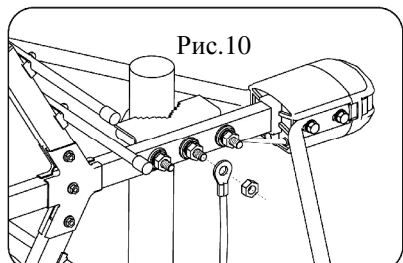

Рис.10
- 5.8. Установить антенну на мачте и присоединить провод заземления к винту заземления на узле крепления антенны (см. рис.10).